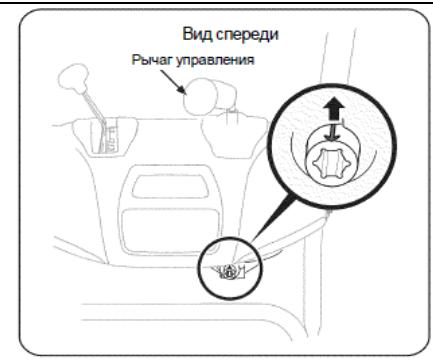

Рис. 6
6. Поверните рычаг джостика на один оборот часовой стрелки таким образом, что бы серебряная стрелка, расположенная на входном валу тяги была расположена верх по отношению к панели управления. (См. Рис. 6).